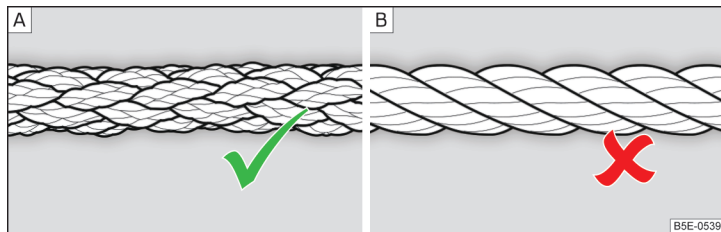

Abb. 252 Geflochtenes Abschleppseil / Gewundenes Abschleppseil
Zum Abschleppen mittels eines Abschleppseils nur ein geflochtenes Kunstfaserseil » Abb. 252 - [A] verwenden » !.
- Zum Abschleppen ist kein gewundenes Abschleppseil zu verwenden » Abb. 252 - [B], die Abschleppöse könnte sich am Fahrzeug herausdrehen - es besteht Unfallgefahr.